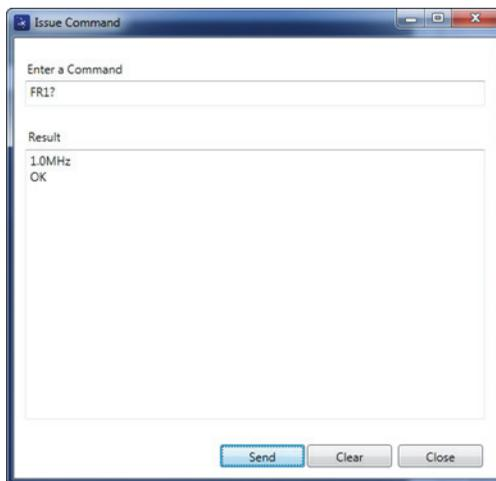

Figura 6-18 La finestra di dialogo Issue Command
Si apre la finestra di dialogo **Issue Command** (vedere Figura 6-18 a pagina 332).
2. Nella finestra di dialogo **Issue Command**, inserire un comando (vedere Figura 6-18 a pagina 332).
3. Nella finestra di dialogo **Issue Command**, cliccare su **Send** (invia) [vedere Figura 6-18 a pagina 332].